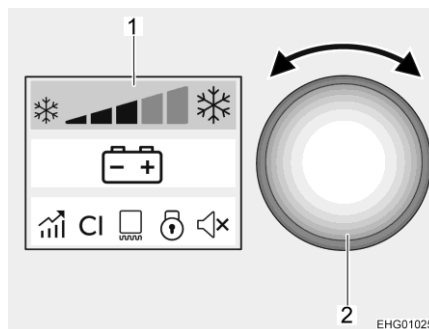

Bild 133 Bedienelemente
- Bedienknopf (Bild 133,2) 2 Sekunden lang drücken. Der Kühlschrank startet mit den zuletzt gewählten Einstellungen.
- Navigationsmenü (Bild 133,1) aktivieren. Dazu Bedienknopf drücken.